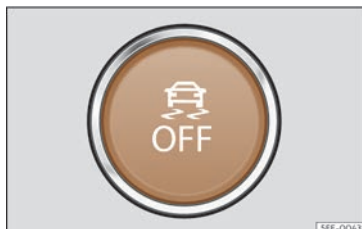

Fig. 98 A la part inferior de la consola central: botó per connectar/desconnectar l'ESC
- L'ESC en mode "Sport" es pot desconnectar i connectar mitjançant una pulsació curta al botó de la consola central >>> **fig. 98**.
- L'ESC es pot desconnectar i connectar mitjançant una pulsació curta al botó de la consola central >>> **fig. 98**.